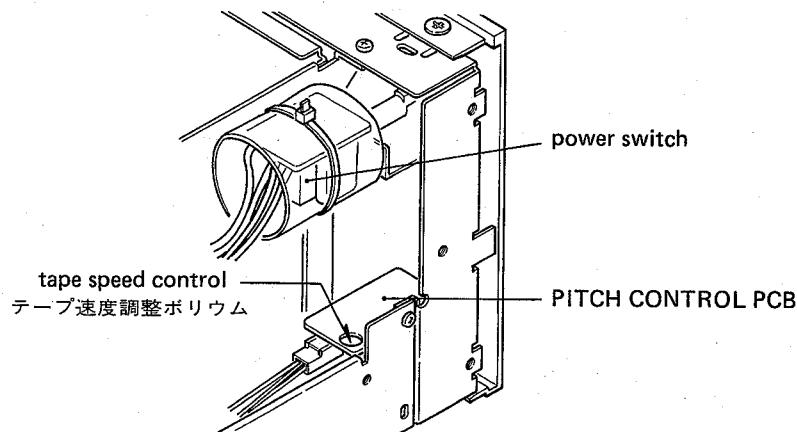

Fig. 4-8
- c) Adjust the trim pot R571 (refer to fig. 4-8) provided on the rear side of the PITCH CONTROL using a small “-” driver with the handle completely insulated from the blade to obtain a 3000 Hz  $\pm$  5 Hz reading on the frequency counter.
- c. 周波数カウンタが3000Hz  $\pm$  5Hzを示すようにピッチ・コントロールの裏側にある半固定抵抗 R571 (図4-8)を回して調整する。調整には柄が刃先から完全に絶縁されている小型マイナス・ドライバを用いること。